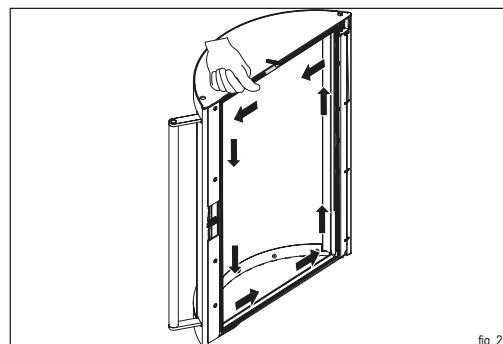
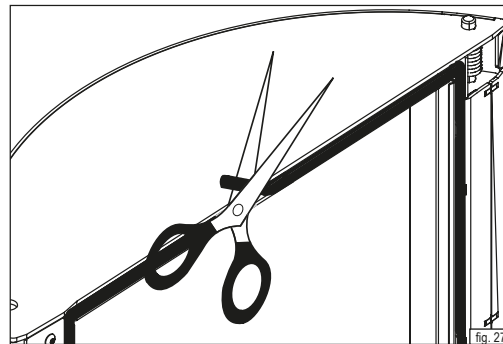

fig. 26
fig. 27
- ▶ Iniziare a collocare la guarnizione dal centro della guida, nell'area superiore dello sportello della camera di combustione. Premere omogeneamente la guarnizione nella guida (fig. 26). Far sporgere leggermente l'estremità e tagliare la guarnizione in modo che collida (fig. 27).